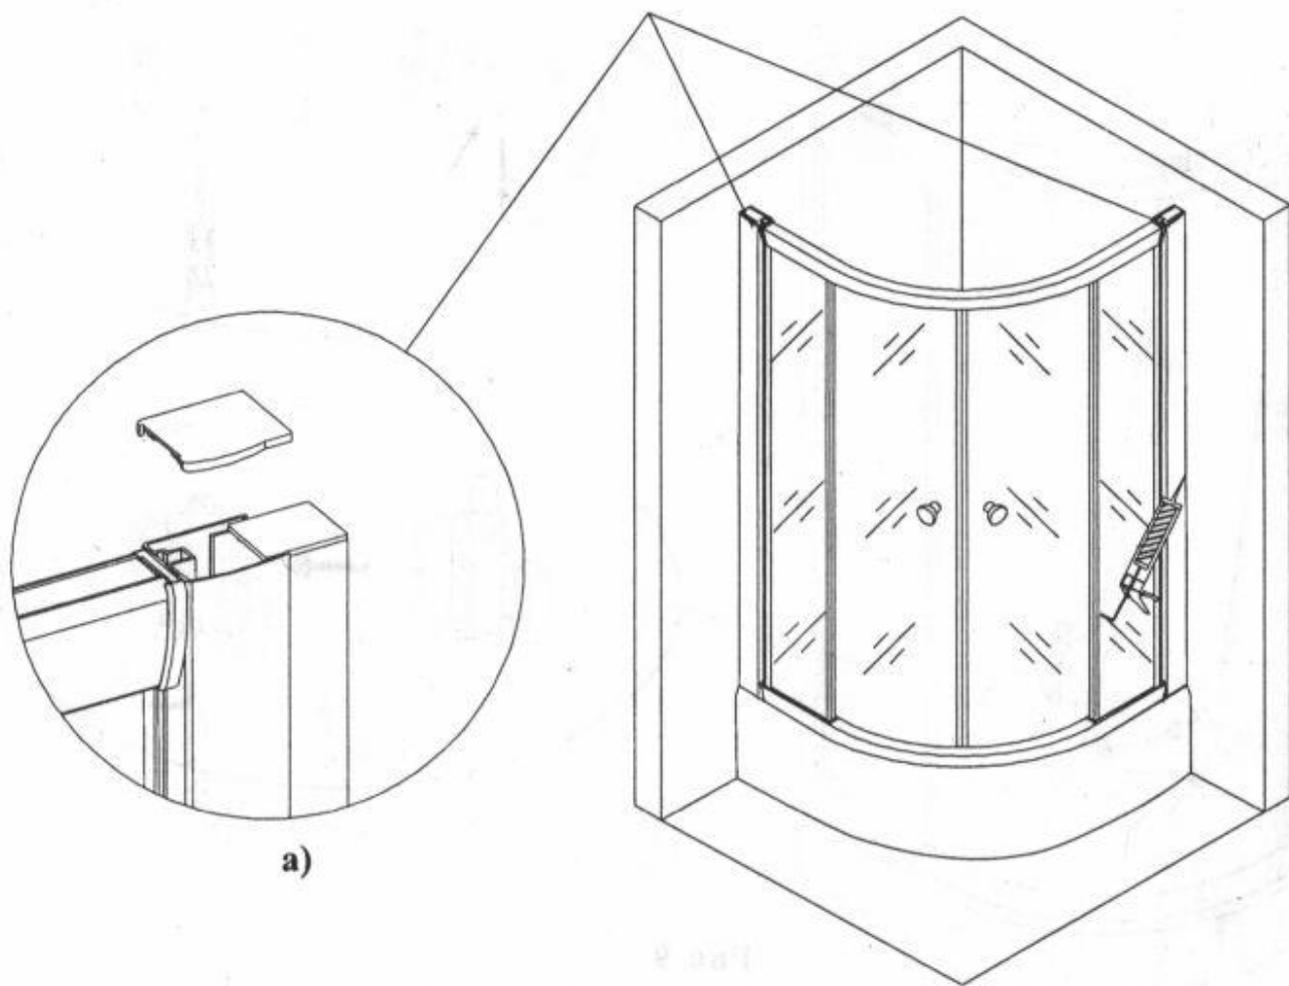

Рис. 11
12. Установите заглушки профилей (рис. 11а). В случае необходимости произведите дополнительную герметизацию стыков (рис. 11).